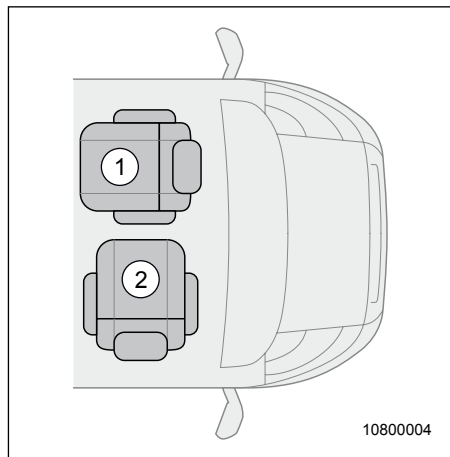

Fig. 20 Positionnement des sièges cabine
1. Tourner le siège de cabine de gauche (Fig. 20, pos. 1) 180° vers l'habitacle.
2. Tourner le siège de cabine de droite (Fig. 20, pos. 2) 90° vers l'habitacle.